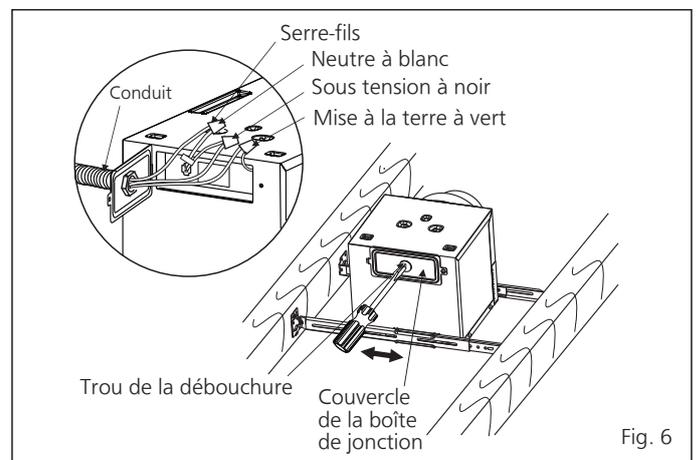

Fig. 6
- Retirez le trou de la débouchure du couvercle de la boîte de jonction, et retirez le couvercle de la boîte de jonction. Puis fixez le conduit ou le réducteur de tension au trou de la débouchure de la boîte de jonction. (Voir Fig. 6)
- Reportez-vous au schéma de connexions à la page 5. Respectez les codes de sécurité électrique locaux ainsi que le code électrique national. Avec des capuchons de connexion homologués UL, connectez le câble d'alimentation aux câbles du luminaire en retrait. (Voir Fig. 6)